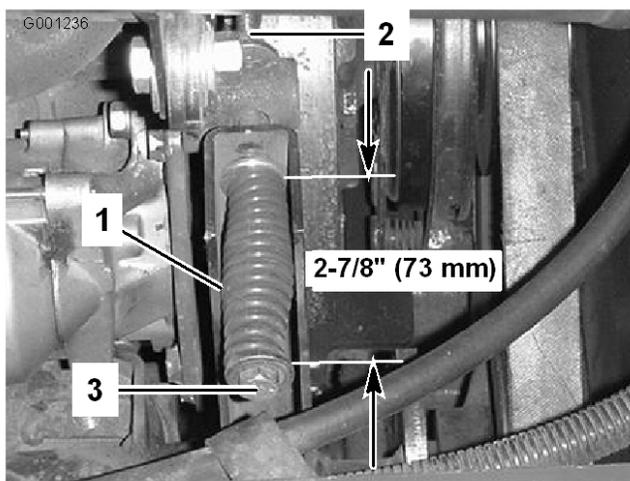

図 63
3. テンション・ロッドのジャムナットをゆるめる (図 63)。
4. テンション・スプリングの調整には1/2インチ・レンチを使う (図 63)。テンション・スプリングの長さを 73 mm に調整する。
4. 1/2 インチのレンチを使ってテンション・スプリングを完全にゆるめる (図 63)。
6. 新しい PTO ベルトを取り付け、レンチでスプリングの長さを 73 mm に調整する (図 63)。
7. ジャムナット (図 63) を締め、フードを閉める。